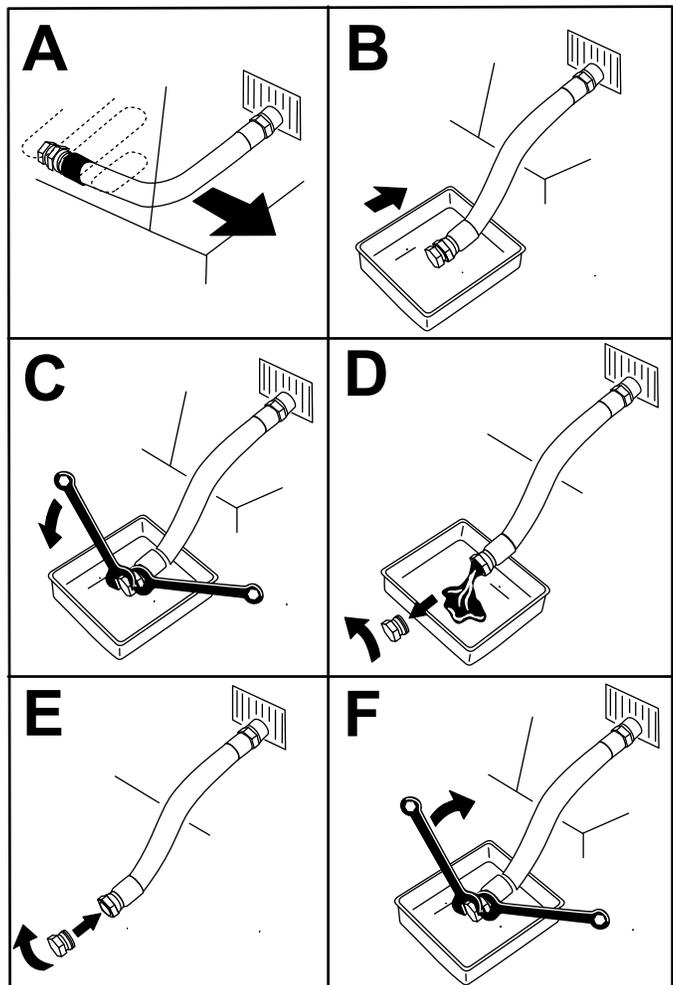

Рисунок 42
4. Слейте масло из двигателя (Рисунок 42).